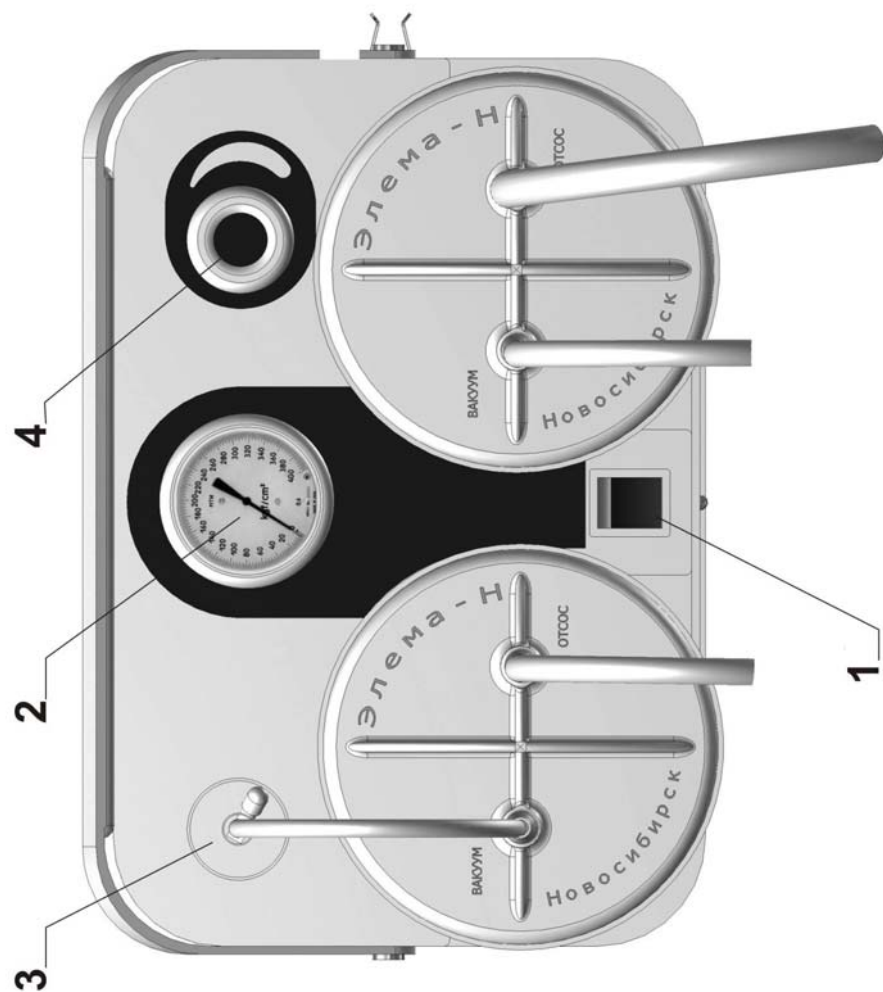

Рисунок 2
5.3. На передней панели (рис.2) расположены следующие элементы: сетевой переключатель с индикатором (1), индикатор вакуума (вакуумметр) (2), фильтр бактериальный (3), регулятор вакуума с вращающейся ручкой (4).